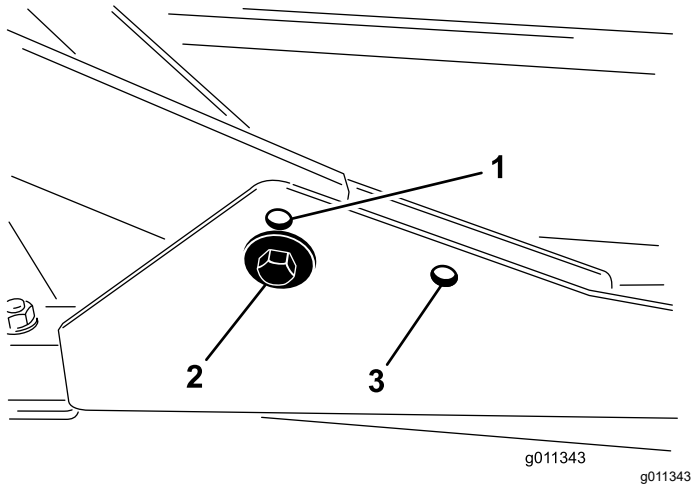

Figura 7
- Pentru înălțimi de tăiere cuprinse între 2,0 și 7,6 cm, montați cadrele de susinere frontale în orificiile de montare frontale inferioare (Figura 7).
- Pentru înălțimi de tăiere cuprinse între 6,3 și 10 cm, montați cadrele de susinere frontale în orificiile de montare frontale superioare (Figura 7).
Pentru toate înălțimile de tăiere, montați unitatea de tăiere spate în orificiile de montare din spate (Figura 7).